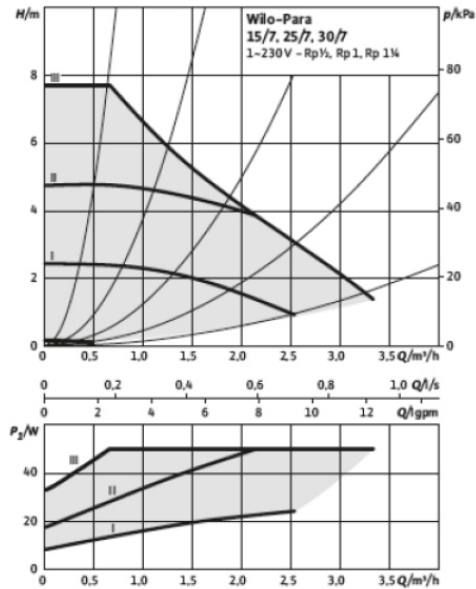

Figura 73 – Rendimiento de la bomba - Velocidades constantes I, II y III
- Selección de la curva característica (I, II e III - Figura 73) dentro del modo de control.